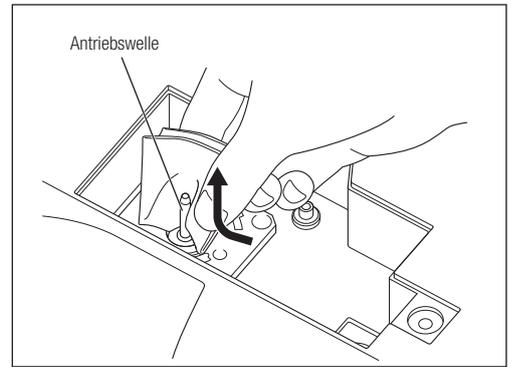

Abb. 56
- Wischen Sie Schmutz und Wasser von unten nach oben von der Antriebswelle (Abb. 56).